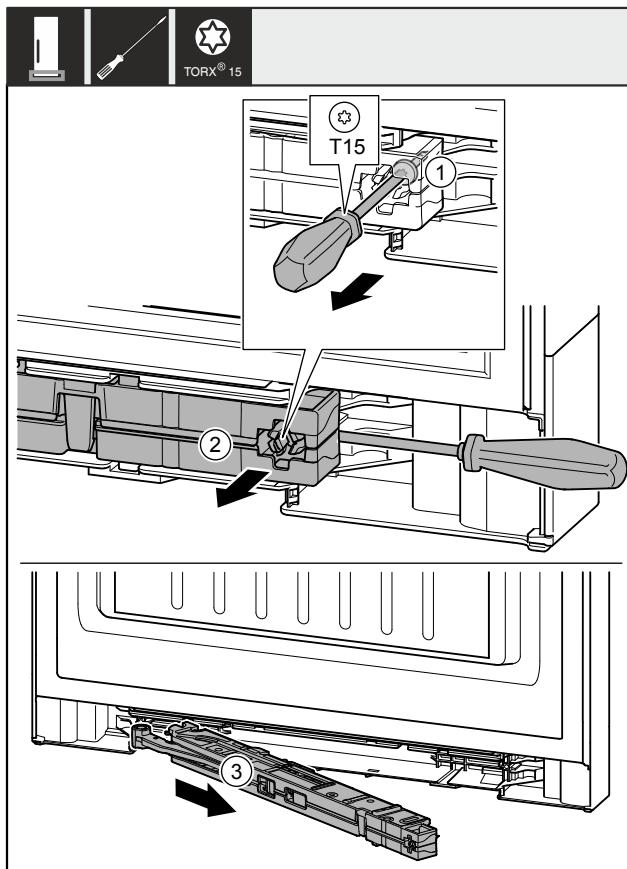

Fig. 11
- ▶ Afloje el tornillo Fig. 11 (1) de la unidad del amortiguador de cierre con un destornillador aprox. 14 mm.
- ▶ Haga palanca con un destornillador para sacar la unidad del amortiguador de cierre Fig. 11 (2) del lado del tirador hacia delante.
- ▶ Extraiga la unidad del amortiguador de cierre Fig. 11 (3).